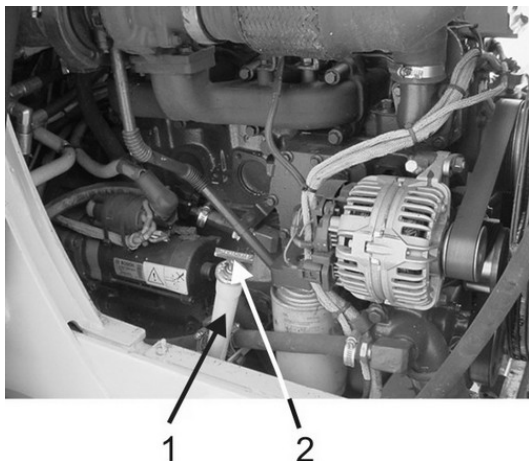

Рис. 5.41. Проверка уровня масла в коробке передач (правая сторона машины, около двигателя)
5.16.1. ПРОВЕРКА УРОВНЯ МАСЛА В КОРОБКЕ ПЕРЕДАЧ (Рис. 5.41)
2. Вынуть пробку (2, Рис. 5.41) маслозаливной трубы для того, чтобы обеспечить ускорение вытекания масла из коробки передач.